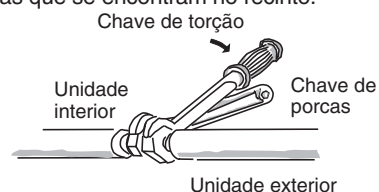

Fig. 5-6
- (2) Para apertar as porcas afuniladas, aplique o binário como indicado.
- Quando retirar as porcas afuniladas das ligações da tubagem, ou quando as apertar depois de ligar a tubagem, certifique-se de que utiliza 2 chaves ajustáveis ou chaves de porcas. (Fig. 5-6) Se as porcas afuniladas forem apertadas excessivamente, o afunilamento pode sofrer danos, o que resultaria em vazamentos do refrigerante e causaria lesões ou asfixia nas pessoas que se encontram no recinto.